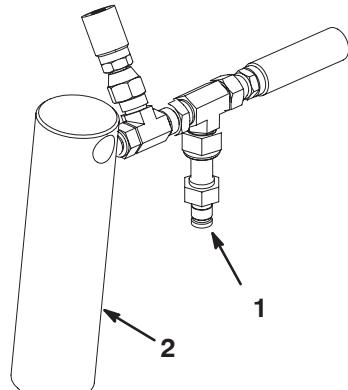

Bild 12
2. Schließen Sie ein Druckmanometer an den Testanschluss hinter dem linken Hubzylinder an (Bild 12).